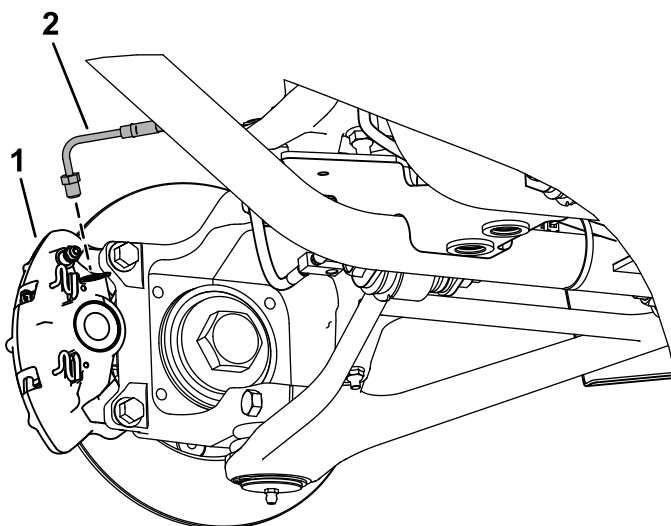

Рисунок 3
3. Отсоедините переднюю и заднюю тормозные трубки с суппортов тормозов в сборе (Рисунок 3).